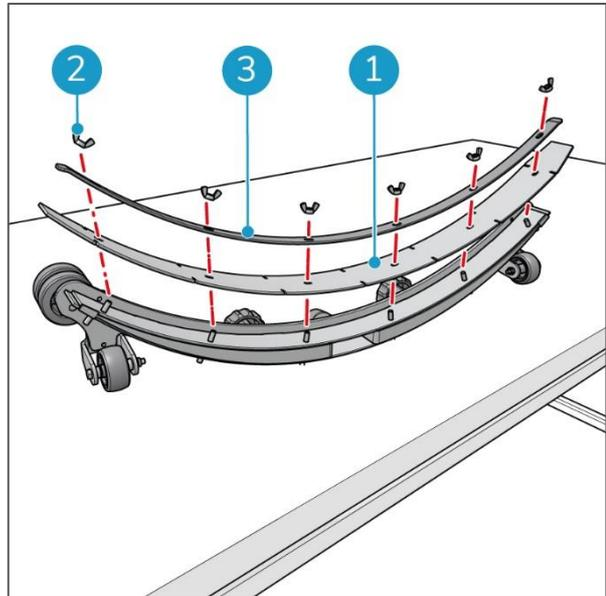

Abbildung 37
5. Lösen Sie die sechs Flügelmuttern des vorderen Abziehblatts (Abbildung 37, Pos. 2).
6. Nehmen Sie die Klemmplatte vom vorderen Abziehblatt ab (Abbildung 37, Pos. 3).
7. Nehmen Sie das vordere Abziehblatt (Abbildung 37, Pos. 1) vom Rakelhalter ab.
Setzen Sie das vordere Abziehblatt ein. Siehe Abbildung 37.